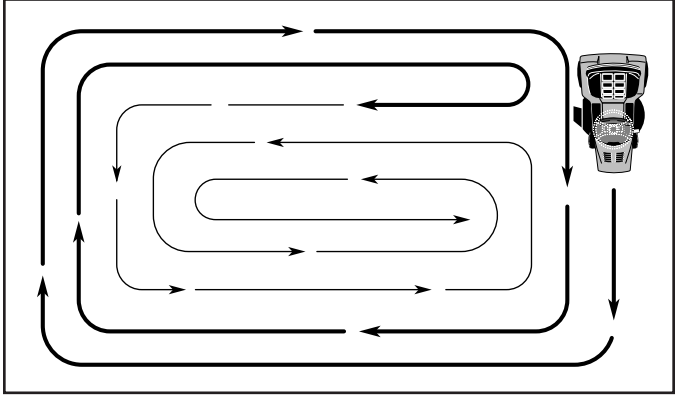

Fig. 14
- Pour tonder une grande surface, on vous conseille de commencer par tourner à droite, de façon à ce que l'herbe ne soit pas déversée sur les arbustes, les clôtures, les allées, etc. Après un ou deux tours, tondez en sens inverse en tournant à gauche jusqu'à ce que le travail soit achevé (Voir la Fig. 14).